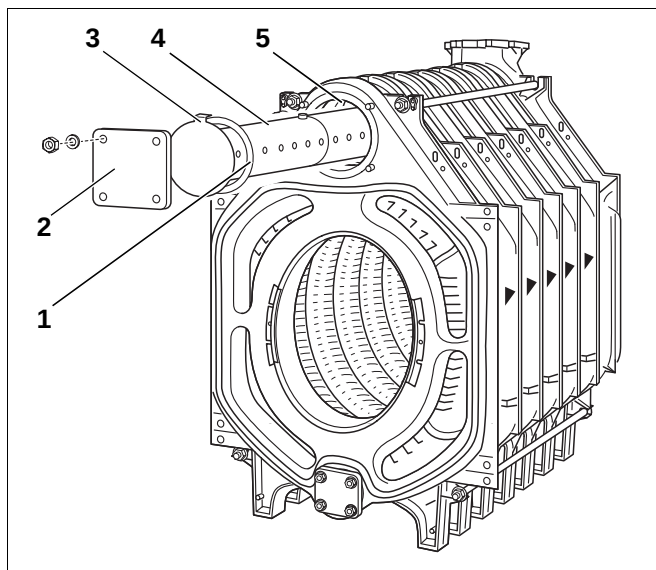

Fig. 21 Montasje – blanderør
Blanderøret (fig. 21, **pos. 4**) er 2-delt for kjeler med 10 – 12 elementer.
- Skyv flatpakningen over blanderøret (fig. 21, **pos. 1**).
- Steng åpningen med en blindflens (fig. 21, **pos. 2**).
Knasten (fig. 21, **pos. 3**) på blanderørets avslutningsplate må smette inn i utsparingen i det øvre kjelnavet (fig. 21, **pos. 5**). Dermed er blanderøret låst i en slik stilling at blanderørets utstrømningsåpninger står i riktig vinkel. På denne måten oppnås det en optimal vannfordeling i området rundt det øvre kjelnavet.